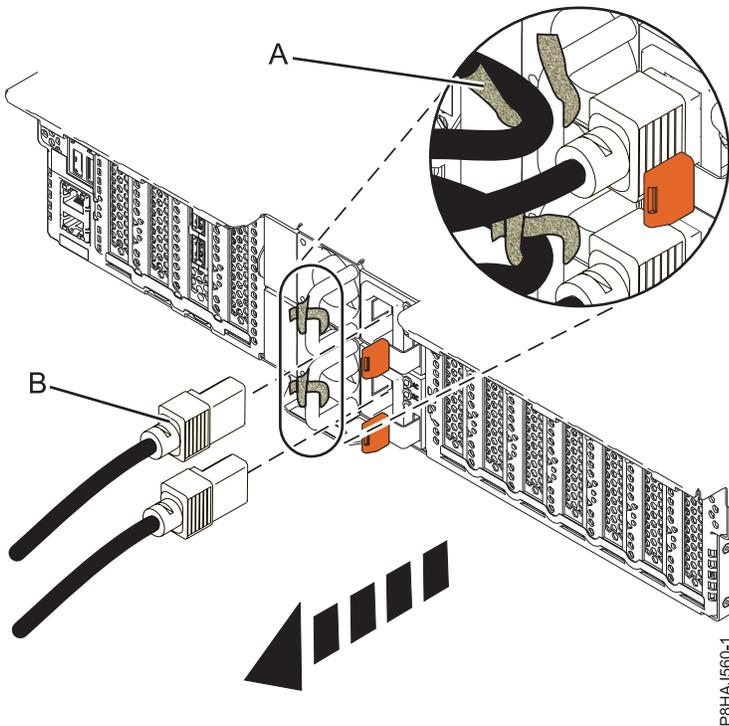
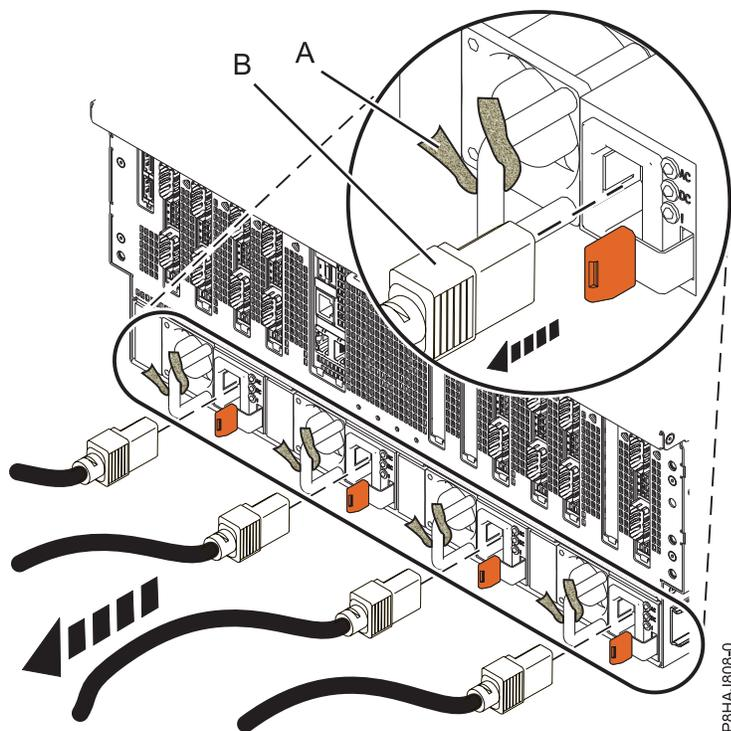

Figure 121. Retrait des cordons d'alimentation d'un système 5148-21L, 5148-22L, 8247-21L, 8247-22L, 8284-21A ou 8284-22A
Figure 122. Retrait des cordons d'alimentation d'un système 8408-44E ou 8408-E8E
3. Débranchez les cordons d'alimentation (**B**) de l'unité centrale. Voir les figures figure 120, à la page 150, figure 121, à la page 150 ou figure 122, à la page 151 selon le type de votre système.